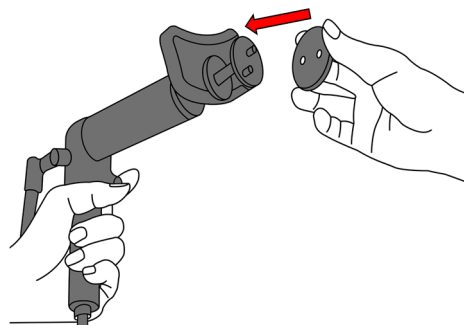

Abb.1
1. Wählen Sie einen Adapter in passender Größe und geeignetem Stift aus (Abb. 1).